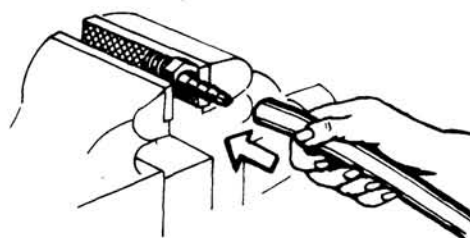

Fig. 4
- b Introduzca la manguera en la boquilla hasta su tope (fig. 4).